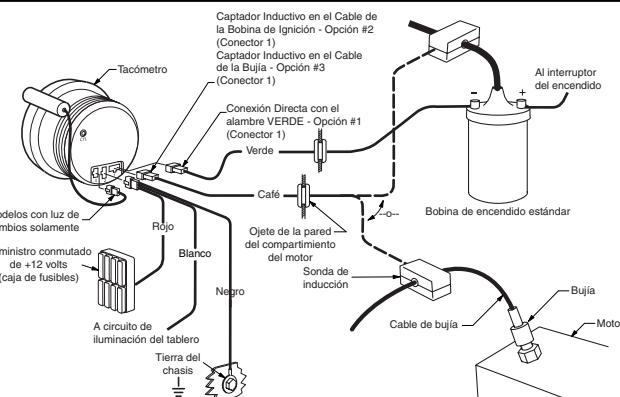

Figura 3
### Conexión de Alimentación Eléctrica y a Tierra (Figura 3)
1. Conecte el cable VERDE al lado **negativo** de la bobina de ignición, o a un **puerto de señales** de tacómetro apropiado según se indica a continuación (véase la Figura 3):
1. Conecte el Captador Inductivo al Cable de la Bobina de Ignición de la manera descrita a continuación (véase la Figura 3):
1. Conecte el Captador Inductivo a uno de los cables de bujía y de la manera descrita a continuación (véase la Figura 3):